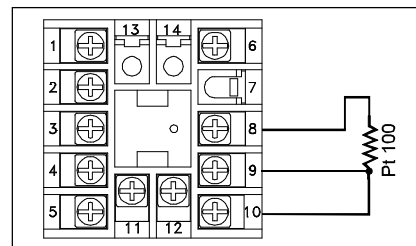

Bild 5.2: Anschluß eines Pt100
- Schließen Sie den Pt100-Sensor an die Klemmen 8 und 10 an. Brücken Sie Klemme 9 und 10 (siehe Bild 5.2). Es ergibt sich eine Temperaturabweichung von 2,5 °C/Ohm Leitungswiderstand, die durch eine entsprechende Programmierung ausgeglichen werden kann.